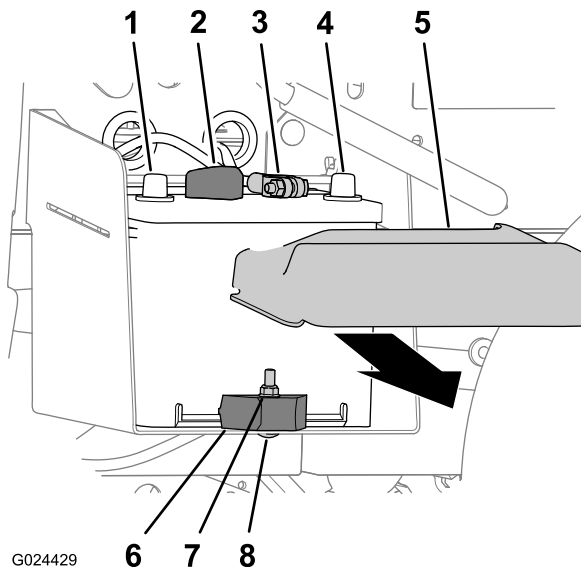

Рисунок 49
1. Сожмите стороны крышки аккумулятора и снимите крышку с его верхней части (Рисунок 49).
2. Отсоедините отрицательный кабель от клеммы аккумулятора (Рисунок 49).
3. Отсоедините положительный кабель от клеммы аккумуляторной батареи (Рисунок 49).
2. Отверните контргайку, снимите вагонный болт и зажим крепления аккумулятора к его лотку (Рисунок 49).
3. Извлеките аккумулятор из лотка (Рисунок 49).
1. Поместите аккумуляторную батарею в аккумуляторный отсек в автомобиле (Рисунок 49).
Примечание: Убедитесь, что положительный и отрицательный штыри аккумулятора выровнены, как показано на Рисунок 49.
2. Прикрепите аккумулятор к лотку аккумулятора с помощью зажима, вагонного болта и контргайки (Рисунок 49).
1. Подсоедините положительный кабель к клемме аккумуляторной батареи (Рисунок 49).
2. Подсоедините отрицательный кабель к клемме аккумулятора (Рисунок 49).
3. Установите крышку аккумулятора на его верхнюю часть (Рисунок 49).